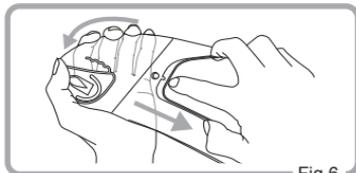

Fig.6
- Retirez la lentille insérable originale Pinlock® des broches excentriques en fléchissant l'écran. (Fig.6)